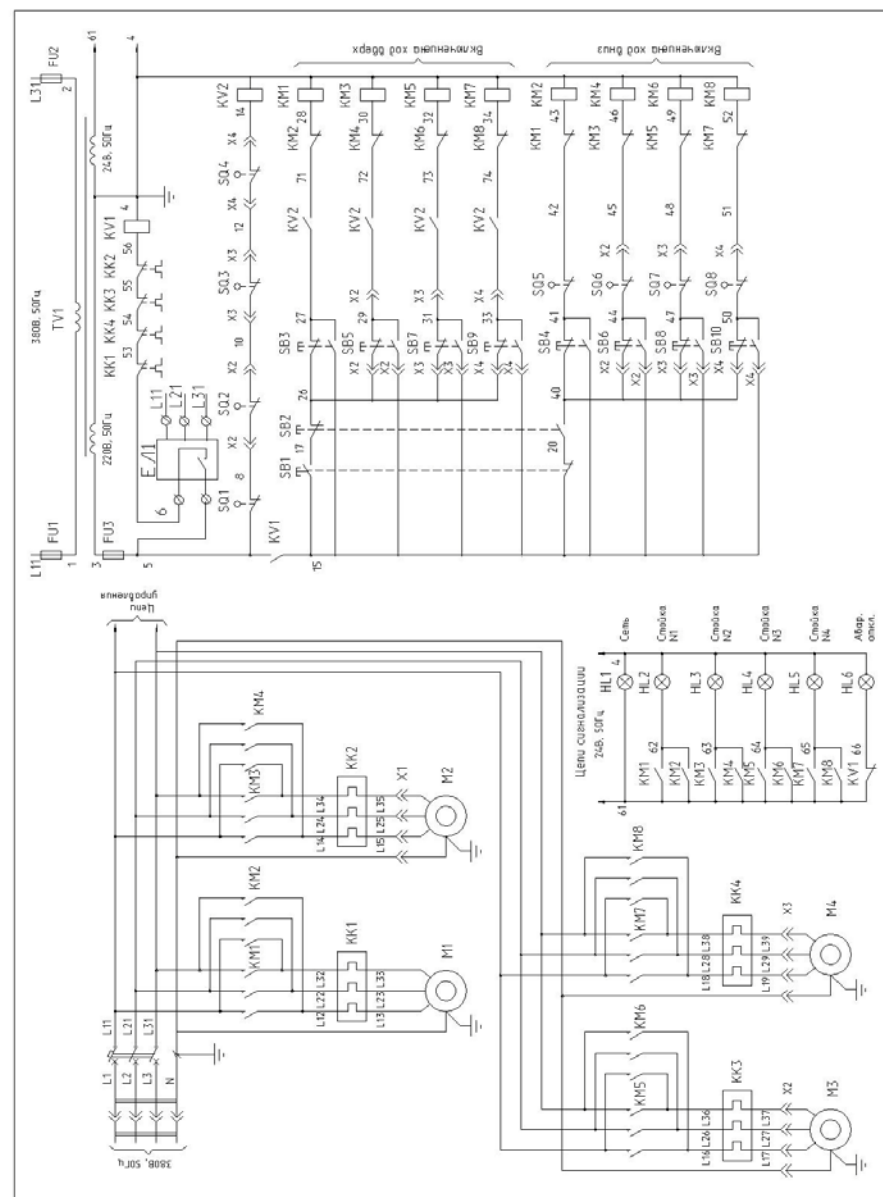

Рис. 3. Схема электрическая принципиальная подъемника ПП-16
4.3. Описание работы схемы электрической (см. Рис. 3). Управление подъемником осуществляется со шкафа аппаратного, установленного на первой стойке.